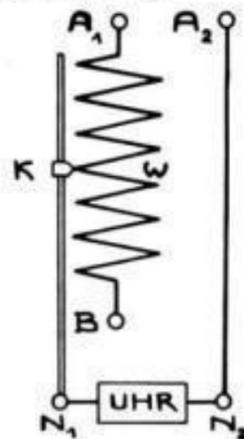

Abb. 4. Widerstand und Uhr in Hintereinanderschaltung
A) Hintereinanderschaltung. Die Hintereinanderschaltung von Widerstand und Uhr ist in Abb. 4 gezeigt. Von der Anschlußklemme A_1 führt der Stromweg über die Wicklung W des Widerstandes zum Schieber K , weiter zu der Klemme N_1 und zur Uhr. Von der anderen Anschlußklemme A_2 geht eine Leitung zur zweiten Uhrenklemme N_2 .